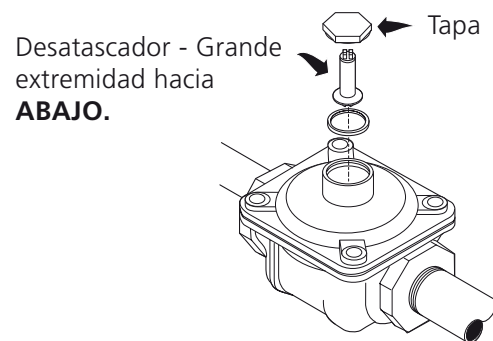

Figura 9
1. Para Convertir el regulador de presión de Gas Natural a LP, proceda de la siguiente manera (vea figura 9)